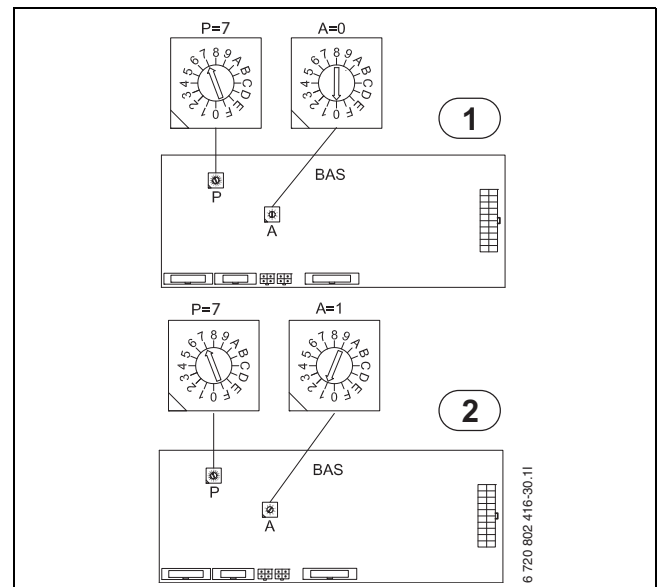

Bild 74 Adressierung von Wärmepumpe 1 und 2 bei Kaskadenschaltung.
- Die Adressierung der BAS-Karte (Wärmepumpe 2) von A=0 in A=1 ändern (→ Bild 74). Den Terminierungsschalter auf der PEL-Karte (Wärmepumpe 2) in die Position "Term" schalten.